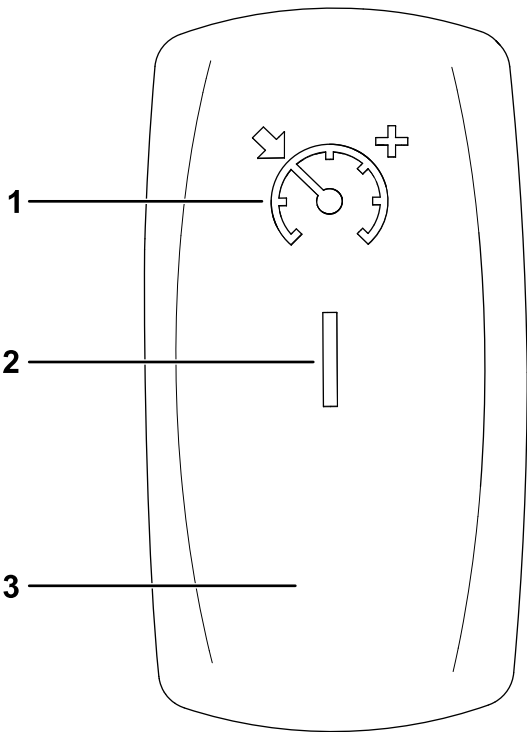

Figura 46
1. Mueva el interruptor de control de crucero a la posición de CONECTADO (Figura 46).
2. Al llegar a la velocidad deseada, pulse el interruptor del control de crucero hacia arriba para accionar/ajustar el control de crucero (Figura 46).
Para aumentar la velocidad de crucero, pulse el interruptor hacia arriba hasta que llegue a la velocidad deseada (Figura 46).
Para desengranar el control de crucero, pulse el interruptor hacia abajo, a la posición DESCONECTADO (Figura 46).